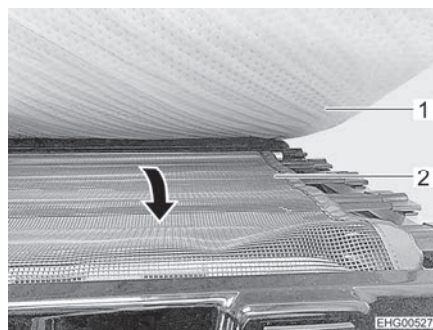

Fig. 62 Filet de sécurité
- Extraire le filet de sécurité (Fig. 62,2) disposé sous le matelas (Fig. 62,1) et le tendre sur l'ouverture de montée.